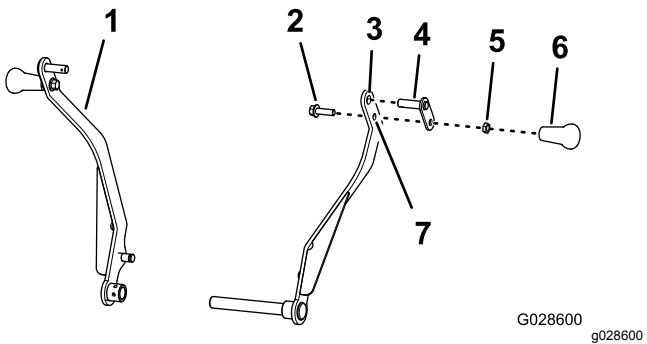

Bild 15
- Schrauben Sie den Griff auf die Schraube (3/8" x 1 1/4") und ziehen Sie ihn gegen die Klemmmutter mit der Hand an (Bild 15).
- Wiederholen Sie die Schritte 1 bis 4 am anderen Wiegearm (Bild 15).
- Stecken Sie den Lagerbolzen durch das obere Loch im Wiegearm (Bild 15).
- Stecken Sie die Schraube (3/8" x 1 1/4") durch das untere Loch im Wiegearm und den Halter des Lagerbolzens (Bild 15) mit der Klemmmutter (3/8") und ziehen Sie die Klemmmutter mit 15-17 N·m an.